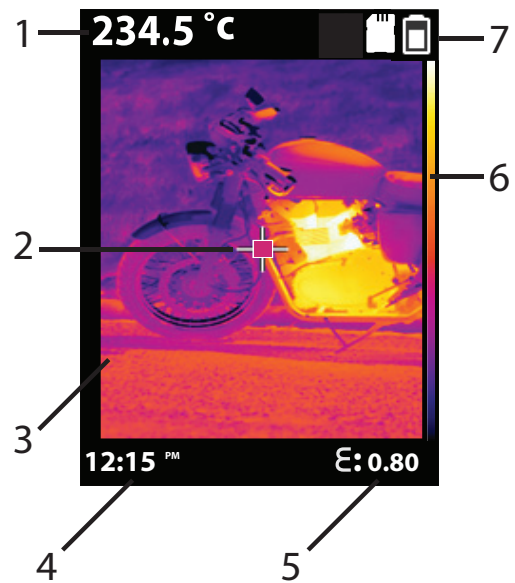

Fig 3-2 Ecran principal
- Consultez l'image d'affichage à la Fig. 3.2 ci-dessus. Consultez également les Sections 4.2 *Vue d'ensemble de la prise de mesures du thermomètre IR*, Section 4.3 *Taux de Distance à l'objet* et Section 4.4 *Vue d'ensemble de l'imagerie IR*.